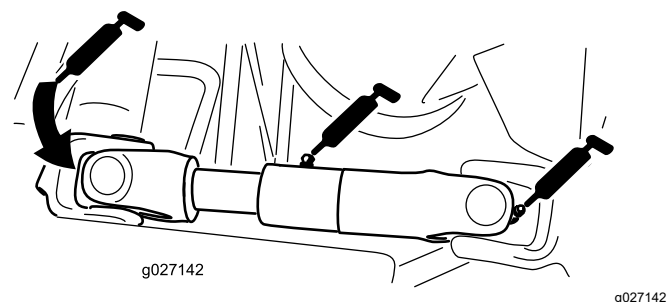

Figura 41
- Junta em U do veio propulsor da bomba (3) (Figura 41)